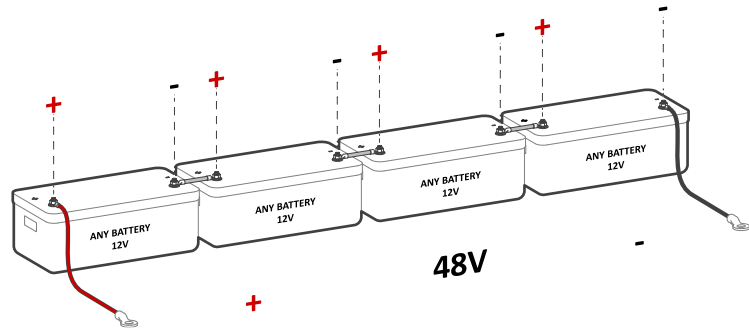

Figura 5b: Conexión de cuatro (4) baterías en serie de 12V
⚠ El Sol-Ark 8K-2P-L es un sistema de **48Vcd nominales**. **NO** conecte el inversor a ninguna otra configuración de voltaje. Si utiliza baterías de 12V, **NO DEBE** exceder cuatro (4) baterías en serie, tal como se observa en la figura 5b. El inversor puede trabajar con cualquier tipo de baterías siempre que se mantenga dentro del rango de operación de **43V a 63V**.